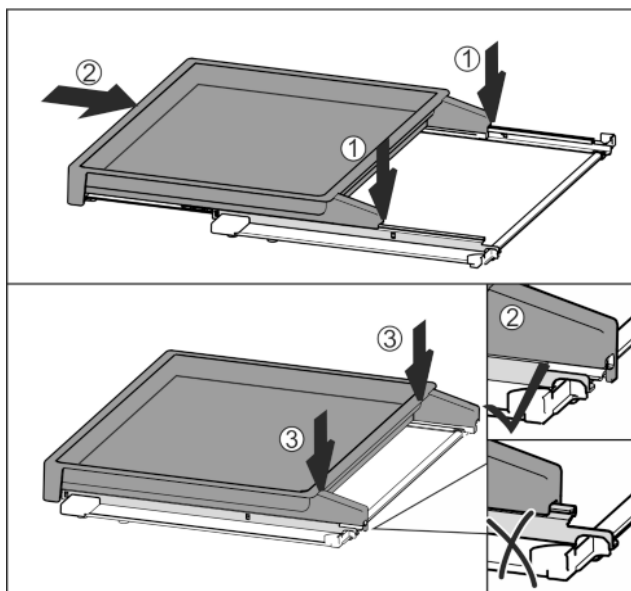

Fig. 38
- ▶ Appoggiare centralmente sulle guide Fig. 38 (1).
- ▶ Spingere completamente il ripiano estraibile Fig. 38 (2).
- ▶ Premere sul lato posteriore fino ad avvertire l'innesto Fig. 38 (3).